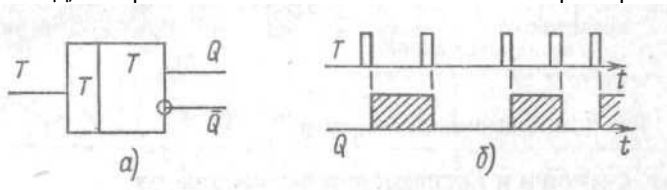

Рисунок 5.3. Счетный триггер
2. *Счетный T-триггер.* Для этого входы  $J$  и  $K$  присоединяются к потенциалу, соответствующему логической единице:  $J=K=1$ . В момент среза тактового импульса триггер переключается на противоположное состояние. Таким образом, счетный триггер имеет единственный тактовый вход, который обозначается  $T$ . Обозначение T-триггера приведено на рис.5.3,а.
На рис.5.3,б приведены временные диаграммы, поясняющие работу счетного триггера. Из диаграмм видно, что частота повторения сигнала  $Q$  вдвое меньше, чем частота повторения импульсов  $T$ , т. е. T-триггер делит частоту импульсов на 2. Счетные триггеры широко применяются в счетчиках, распределителях и делителях частоты, а также в различных переключателях. Для реализации счетного триггера обычно пользуются ИМС JK-триггера, входы  $J$  и  $K$  соединяют с источником питания.